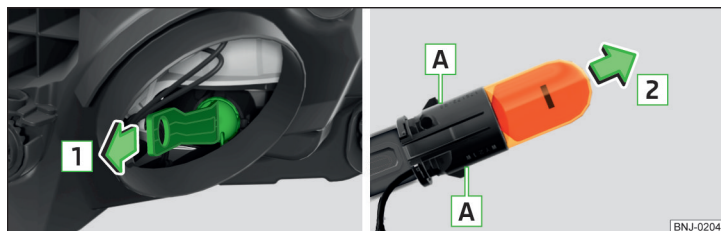

Fig. 304 Cambiar la bombilla para luz intermitente
- › Extraer el portalámparas con la bombilla con movimientos de vaivén en el sentido de la flecha **1** » fig. 304.